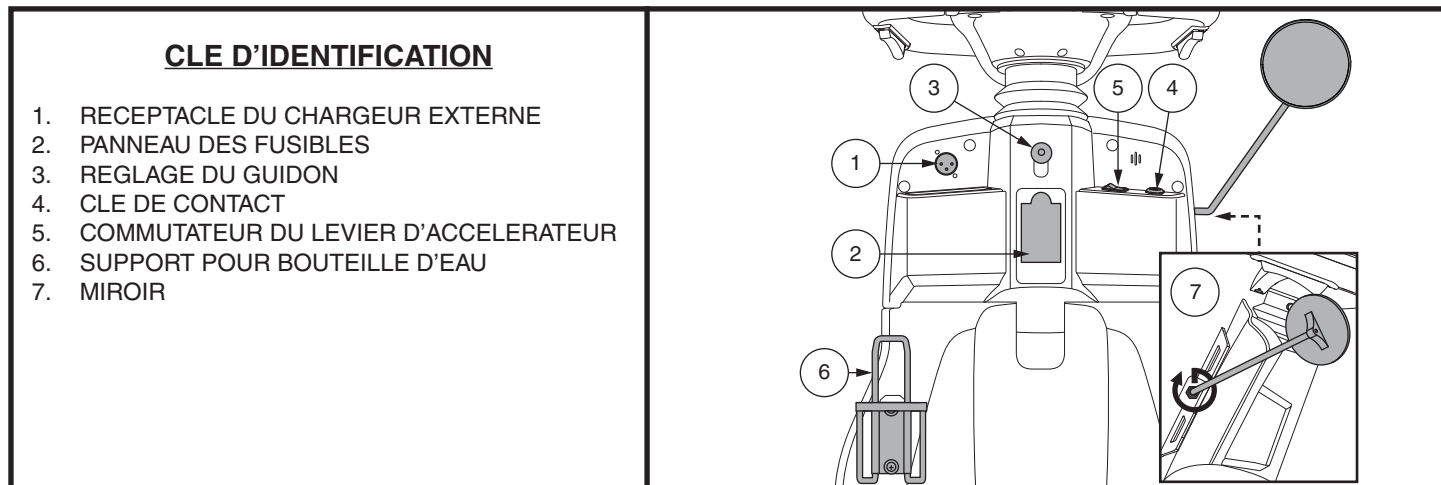

Figure 6. Composants du guidon inférieur
Pour charger les batteries, le cordon du chargeur doit être branché dans ce réceptacle. Le réceptacle est situé sur le guidon. Voir la figure 6.
- Insérez la clé dans le contact et tournez-la dans le sens horaire pour allumer votre scooter. Voir la figure 6.
Ce commutateur permet de sélectionner le levier d'accélérateur (gauche ou droit). Voir la figure 6.